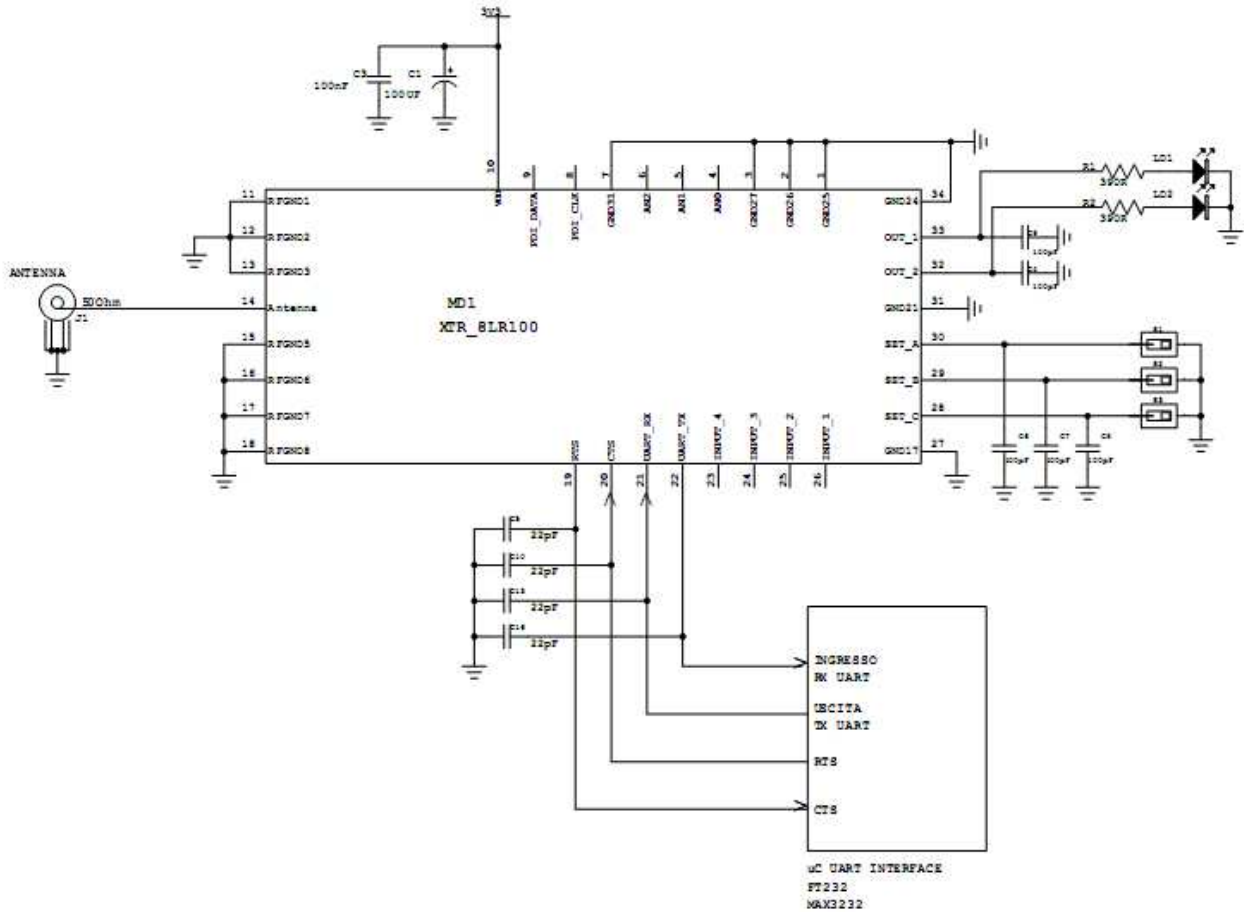
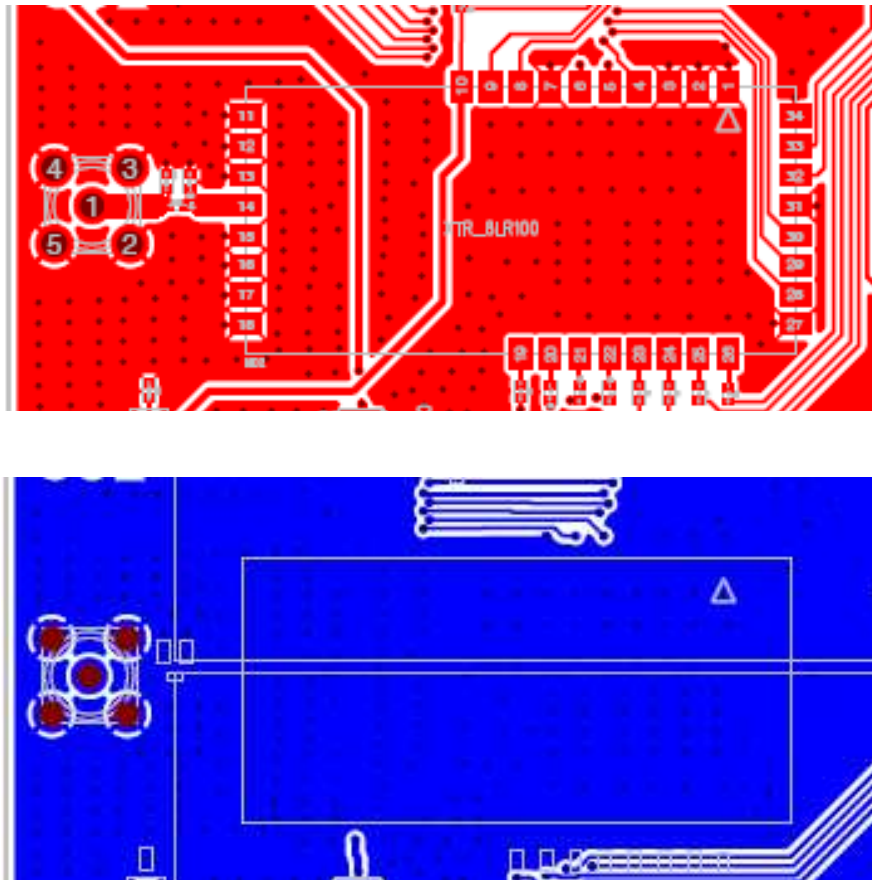

Figura 7: Schema elettrico applicazione
Figura 8: lay-out di esempio, le piste di collegamento si trovano sul lato superiore e il riempimento del piano di massa su quello inferiore
Disporre delle capacità da 22-100pF vicino ai rispettivi pin di collegamento dei segnali, connessi tra essi e il piano di massa. Il valore di capacità varia in funzione del pin del modulo, a tal fine attenersi allo schematico di figura 7 ed al layout di figura 8.
Collegare il pin 14 (antenna) al connettore coassiale o antenna, con microstrip ad impedenza costante di 50ohm; larghezza 3,2mm per vetronite spessore 1,6mm e 1,6mm per vetronite spessore 1mm (vedi Figura 8) L'antenna tipica è un filo di rame rigido (isolato o meno) di lunghezza 8cm e sezione minima 0.5 mm² posto verticalmente al piano di massa. Altre disposizioni di antenna (ripiegata, spiralizzata) funzioneranno ma con prestazioni non predicibili.
- **Pasta saldante:** Utilizzare pasta saldante tipo SAC305 (96,5% Sn, 3% Ag, 0,5% Cu), serigrafata rispettando il layout di figura 8, con spessore >150um.